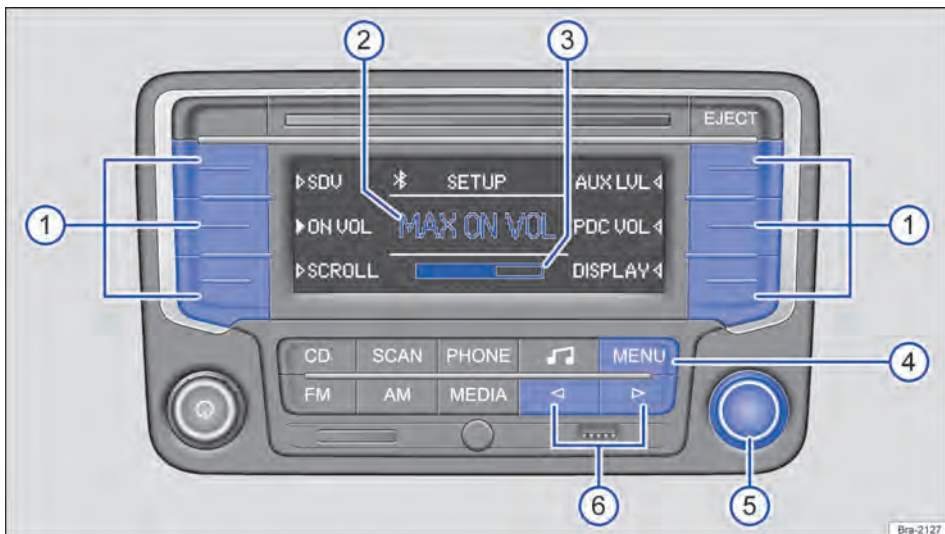

Fig. 166 Menu SETUP: definir o volume inicial.
- Pressionar o botão do aparelho (MENU) a partir de qualquer menu → Fig. 166 (4).
- Pressionar os botões de função para abrir o respectivo menu de ajuste → Fig. 166 (1).
- Girar botão de ajuste para alterar o ajuste atual → Fig. 166 (5).
- **OU:** pressionar brevemente o botão do aparelho (◀) ou (▶) para alterar o ajuste atual → Fig. 166 (6).
- **OU:** botão do aparelho é pressionado brevemente (MENU) → Fig. 166 (4).
No centro do display é exibido **MAX ON VOL** → Fig. 166 ② e, abaixo disso, a barra de volume → Fig. 166 ③.